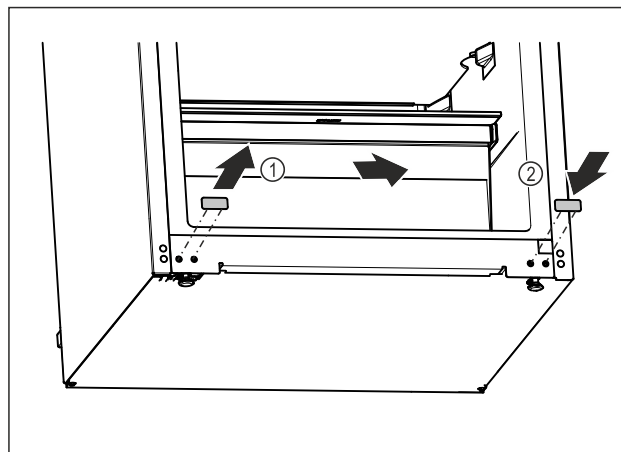

Fig. 21
- ▶ Retirar el tapón de la tapa. Fig. 21 (1)
- ▶ Insertar el tapón de la tapa en el lado opuesto. Fig. 21 (2)